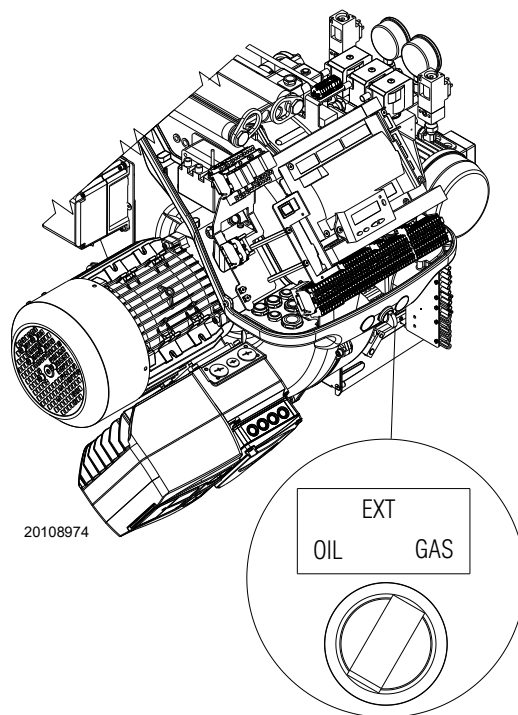

Fig. 41
- Colocar el interruptor en la posición “OIL” (Fig. 41) para el funcionamiento a gasóleo y en “GAS” para el funcionamiento a gas.
- 1 con el selector “OIL-EXT-GAS” (Fig. 41);